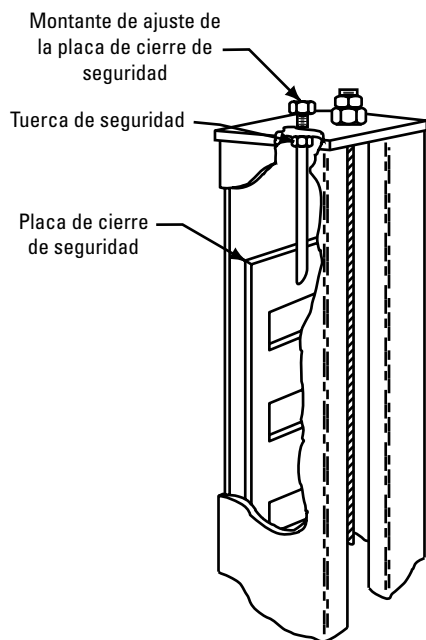

Fig. 31
- I. Siempre vuelva a verificar el nivel de los carriles para asegurarse de que todas las bases del seguro de cierre estén ajustadas correctamente. Comience en el punto "A" y vuelva a verificar el nivel en los puntos "B", "C" y "D", Fig. 31. Reajuste, si se necesita.
- J. Para completar los procedimientos de nivelado, asegure cada tuerca de seguridad de la base del seguro de cierre ajustadamente contra el punto más bajo de la cima de la base de la columna, Fig. 31.